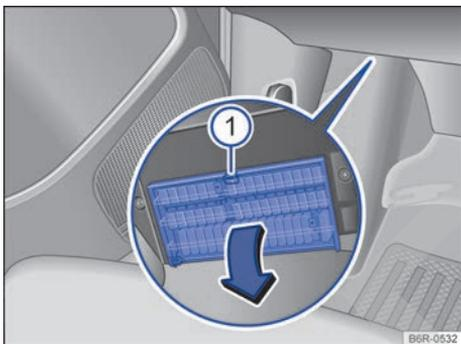

Fig. 122 En el lado del conductor debajo del panel de instrumentos: abra la cubierta de la caja de fusibles.
- **Abrir:** presione la palanca de bloqueo → **fig. 122**  hasta que se abra la cubierta.